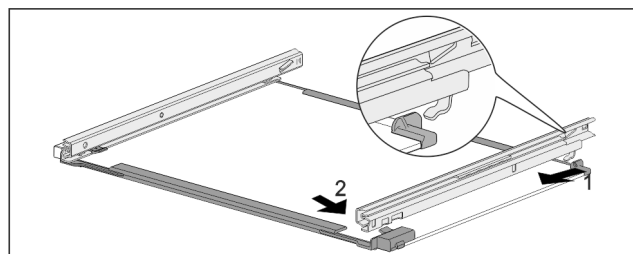

Fig. 242 Skleněná deska s kolejničkami
- Zahákněte kolejničku vzadu. Fig. 242 (1)
- Zaklapněte kolejničku vpředu. Fig. 242 (2)